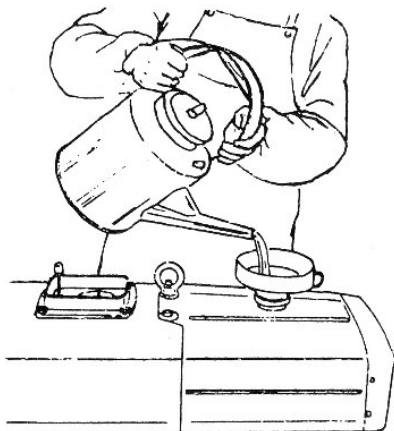

Fig. 3 Colocar combustível no tanque
2.2- Abrir o tanque de combustível, colocar combustível Diesel limpo já totalmente filtrado (Fig. 3). Quaisquer utensílios usados devem ser mantidos limpos.